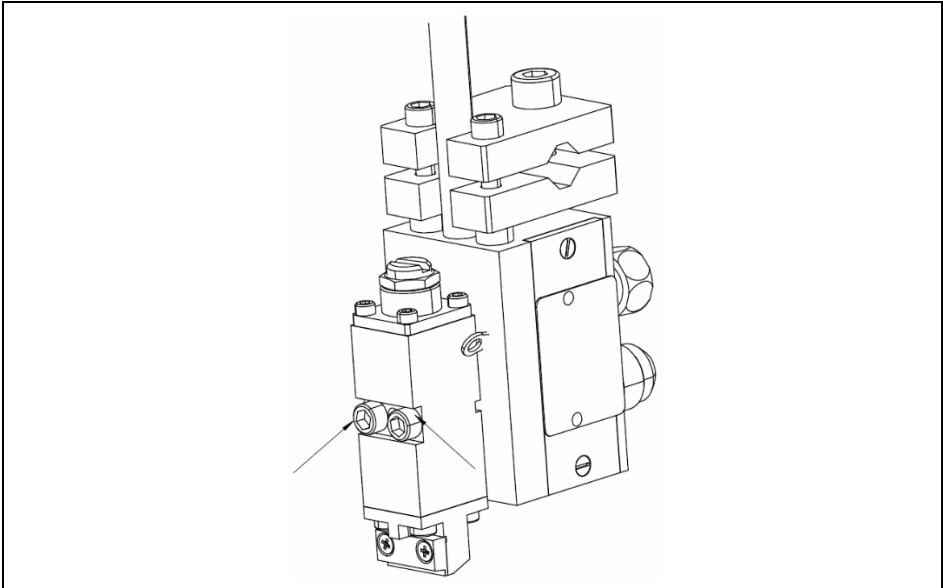

Bild 3: Austausch des Moduls
3. Die in Bild 3 gezeigten Schrauben (M5) mit einem Innensechskant-Schlüssel (4 mm) lösen.